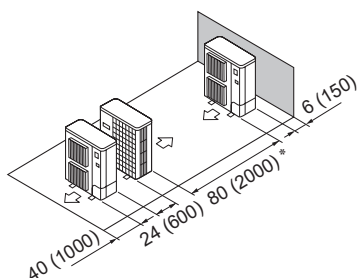

Fig. 2-15
- ⑤ Disposición en paralelo de unidades simples (Fig. 2-15)